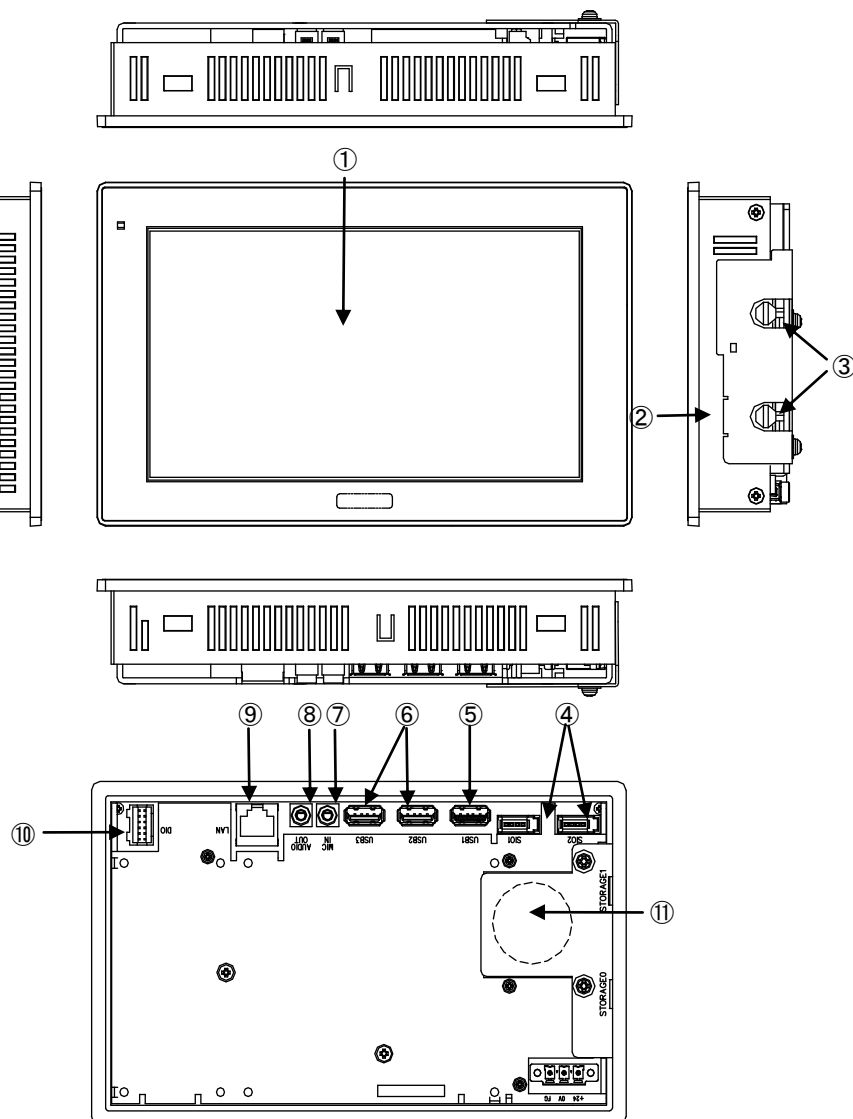

図 3-1-1. 外形図 (APS4-070BN)
APS シリーズの例として、APS4-070Bx の外形図を図 3-1-1 に示します。各部名称を図 3-1-1 に示します。
COM4	SI01 (図 3-1-1 ④) アプリケーションでシリアル通信に使用できます。
COM5	SI02 (図 3-1-1 ④) アプリケーションでシリアル通信に使用できます。
ローカルエリア接続	LAN1 (図 3-1-1 ⑧): 1000BASE Ethernet
汎用入出力	汎用の入出力です。 入力 6 点、出力 4 点を制御できます。 (図 3-1-1 ⑩)
バックアップバッテリーモニタ	BIOS 設定、RTC、外部 RTC に使用されるバックアップバッテリー (図 3-1-1 ⑪) の状態を取得することができます。